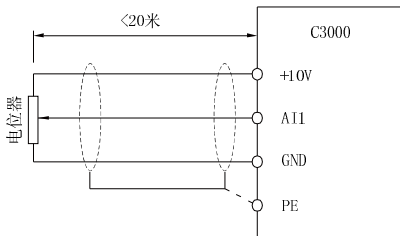
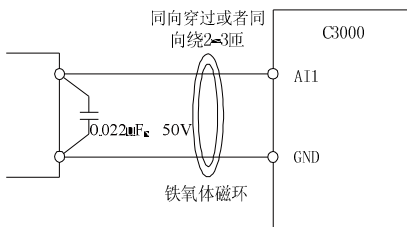

图 4-9 模拟量输入端子接线示意图
图 4-10 模拟量输入端子处理接线图
a) 模拟输入端子: 因微弱的模拟电压信号特别容易受到外部干扰, 所以一般需要用屏蔽电缆, 而且配线距离尽量短, 不要超过 20m, 如图 4-9。在某些模拟信号受到严重干扰的场合, 模拟信号源侧需加滤波电容器或铁氧体磁芯, 如图 4-10。